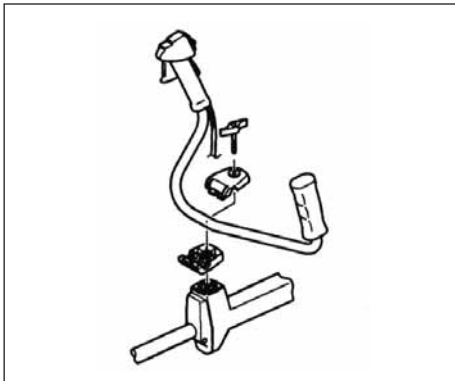

Fig. 1-2B
#### Anmärkning gällande CG47EY (T) (Fig. 1-2B, 2C)